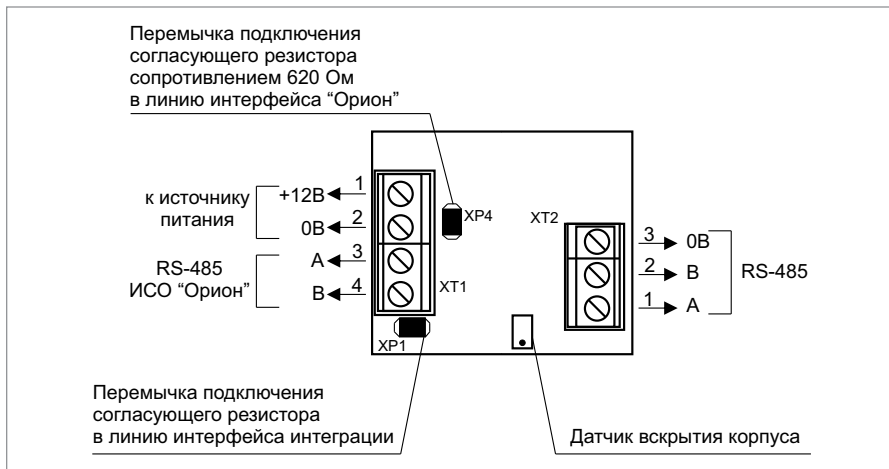
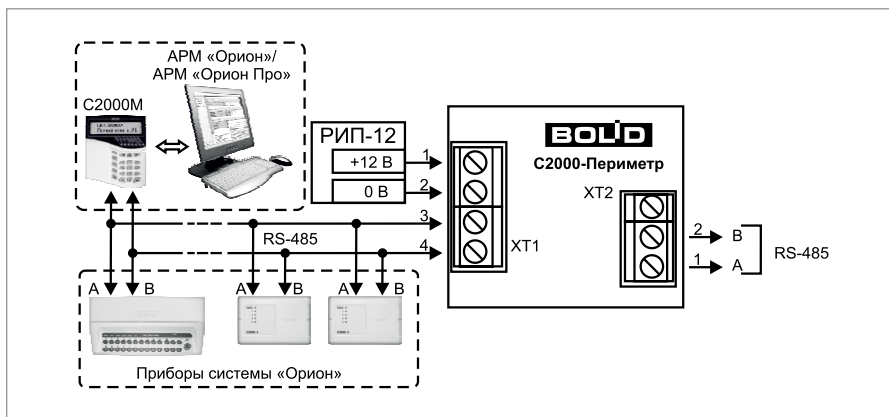

Рисунок 14. Назначение клемм и переключателей контроллера «С2000-Периметр»
Рисунок 15. Подключение периметровых извещателей к контроллеру «С2000-Периметр»
1.3. Подключите контроллер в соответствии с проектной документацией и схемой на Рисунок 15. На Рисунок 14 показана плата преобразователя и приведено назначение клемм и перемычек.
Подключите к клеммам XT2.1 и XT2.2 преобразователя линии А и В интерфейса интеграции RS-485 (Рисунок 14 и Рисунок 15), если это указано в проектной документации.
Если контроллер не является первым или последним в линии интерфейса RS-485, удалите перемычку с разъема XP1 (см. Рисунок 14).